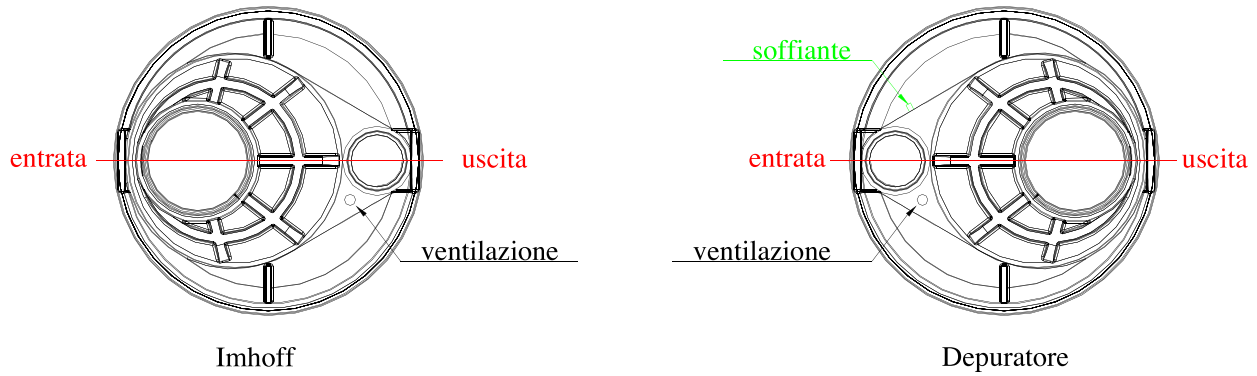

Fig.2 – Posizionamento collegamenti biogas e ossigenazione
### 5.2. Collegamento uscite biogas (ventilazione) (Fig.2)
- il collegamento deve essere effettuato utilizzando fascette di acciaio inox e tubo rinforzato in gomma da  $\frac{3}{4}$ " (19mm) o superiore, proteggendolo da schiacciamento e strozzature. Il collegamento al depuratore avverrà in corrispondenza del raccordo identificato dalla targhetta o scritta "soffiante" (Fig.2).